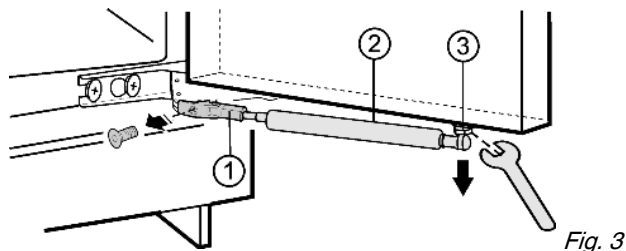

Fig. 3
- ▶ Desatornille el soporte Fig. 3 (1).
- ▶ Desatornille la rótula esférica Fig. 3 (3) junto con el amortiguador de cierre Fig. 3 (2) y colóquelos a un lado.